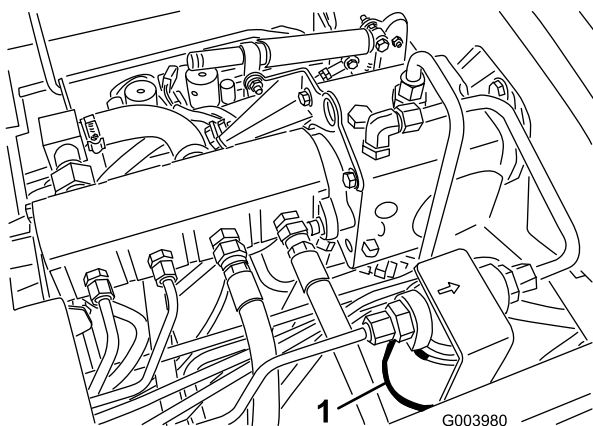
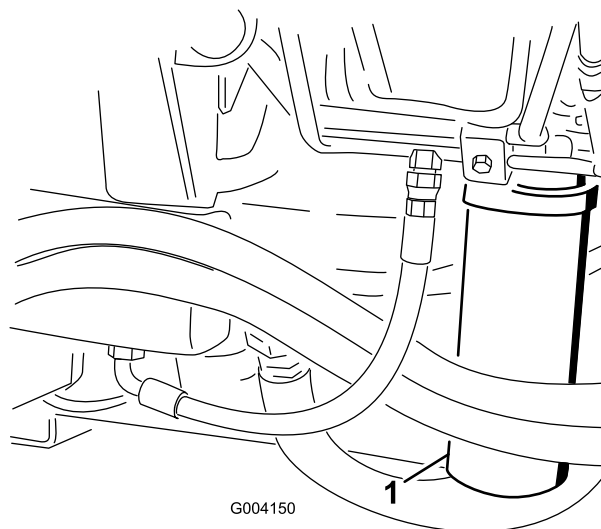

図 71
図 72
2. フィルタ取り付け部付近をきれいに拭い、下にオイル回収容器を置く 図 71と 図 72。